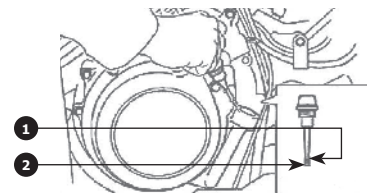

Рис. 57
6. Проверьте уровень масла на щупе. Он должен быть между нижней **2** **Рис. 57** и верхней **1** меткой.